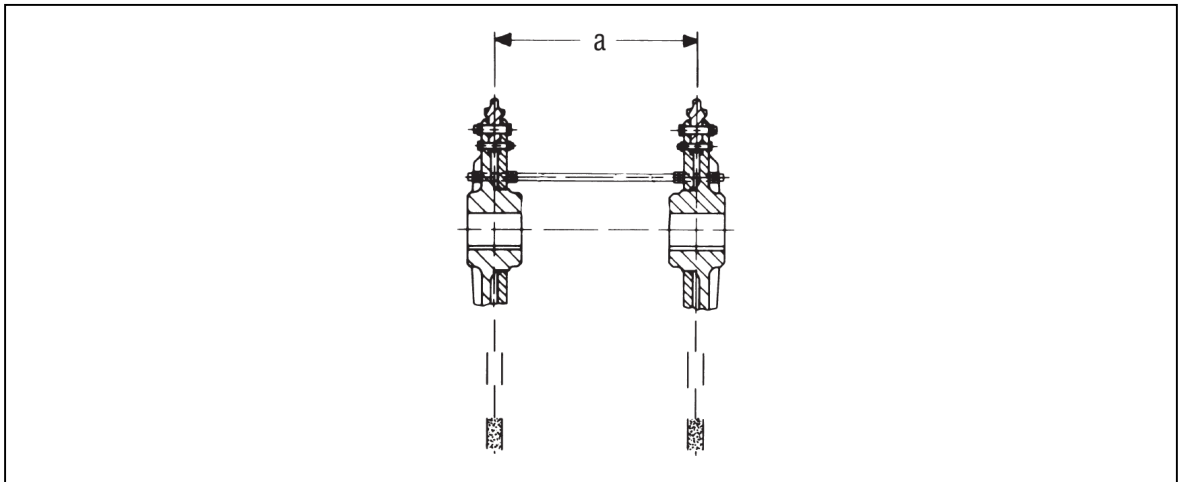

Bild 2
2. Abstand a mittels 2 Distanzschrauben bei der Montage distanzieren (Bild 2). (Entsprechende Bohrungen an den Rädern vorhanden. Distanzschrauben keine RUD-Lieferung.)